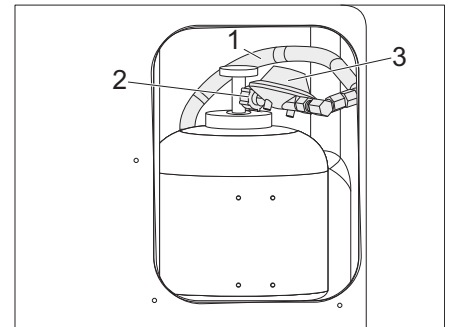

Fig. 68 Raccorder la bouteille de gaz
- Placer le régulateur du gaz (Figure 68,3) avec le flexible de gaz (Figure 68,1) sur la bouteille de gaz et serrer à fond l'écrou moleté (Figure 68,2) (filetage à gauche).